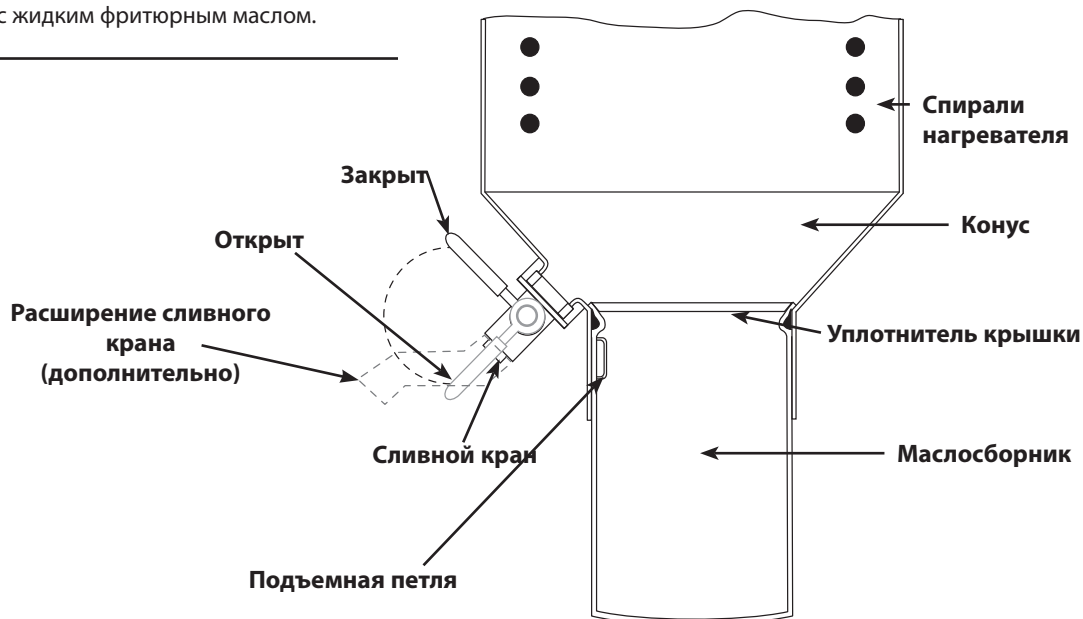

Рисунок 3. Некоторые детали были опущены, чтобы показать более подробную информацию.
4. **Проверьте маслосборник и сливной кран** — Убедитесь, что маслосборник с уплотнителем установлен и сливной кран закрыт (ручка назад — см. рисунок 3). Всегда устанавливайте подъемную петлю спереди. Это позволит легко снимать маслосборник.